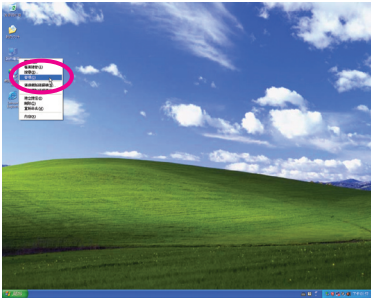
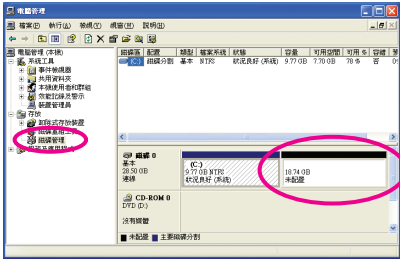

图4
图5
4. 操作系统安装完成后，可在桌面“我的电脑”上按右键选择“管理”（图4），进入“磁盘管理”确认磁盘的配置状况，未配置空间以黑色区块显示，此区域即为一键还原（Xpress Recovery2）可存放备份数据的空间。如未配置空间太小，则无法执行一键还原（Xpress Recovery2）（图5）。